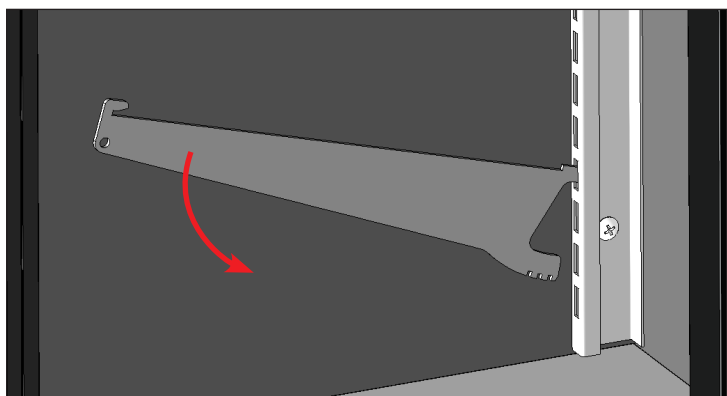

Рис. 7. Определение подходящей выемки для регулировки.
3. Вставьте выступ для регулировки угла наклона в стандартное отверстие для полки. Зацепите соответствующую выемку за стандартное отверстие для полки, чтобы зафиксировать полку под нужным углом. См. рис. 7 и 8.